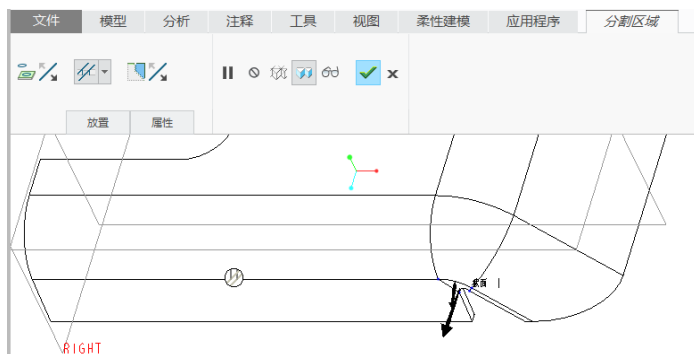

图 3-14 接受一些默认的设置
(4) 接受草绘的默认投影方向，接受为草绘选定的默认区域，默认选中  (垂直于驱动曲面的分割) 图标选项，如图 3-14 所示。
(5) 在“分割区域”选项卡中单击  (完成) 按钮，从而创建“分割区域 1”特征。
(6) 在功能区“模型”选项卡的“编辑”组中单击  (分割区域) 按钮，打开“分割区域”选项卡。